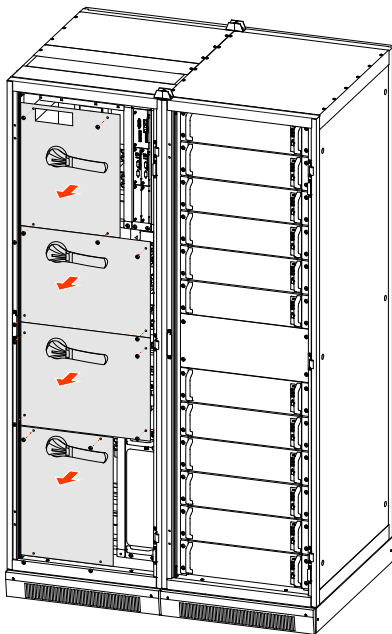

Рис. 3.26 Демонтаж крышек кабельных отсеков
**Step 2** Ослабьте крепежные болты каждой крышки, открутите ручку каждого переключателя, а затем снимите крышки кабельных отсеков, как показано на Рис. 3.26.